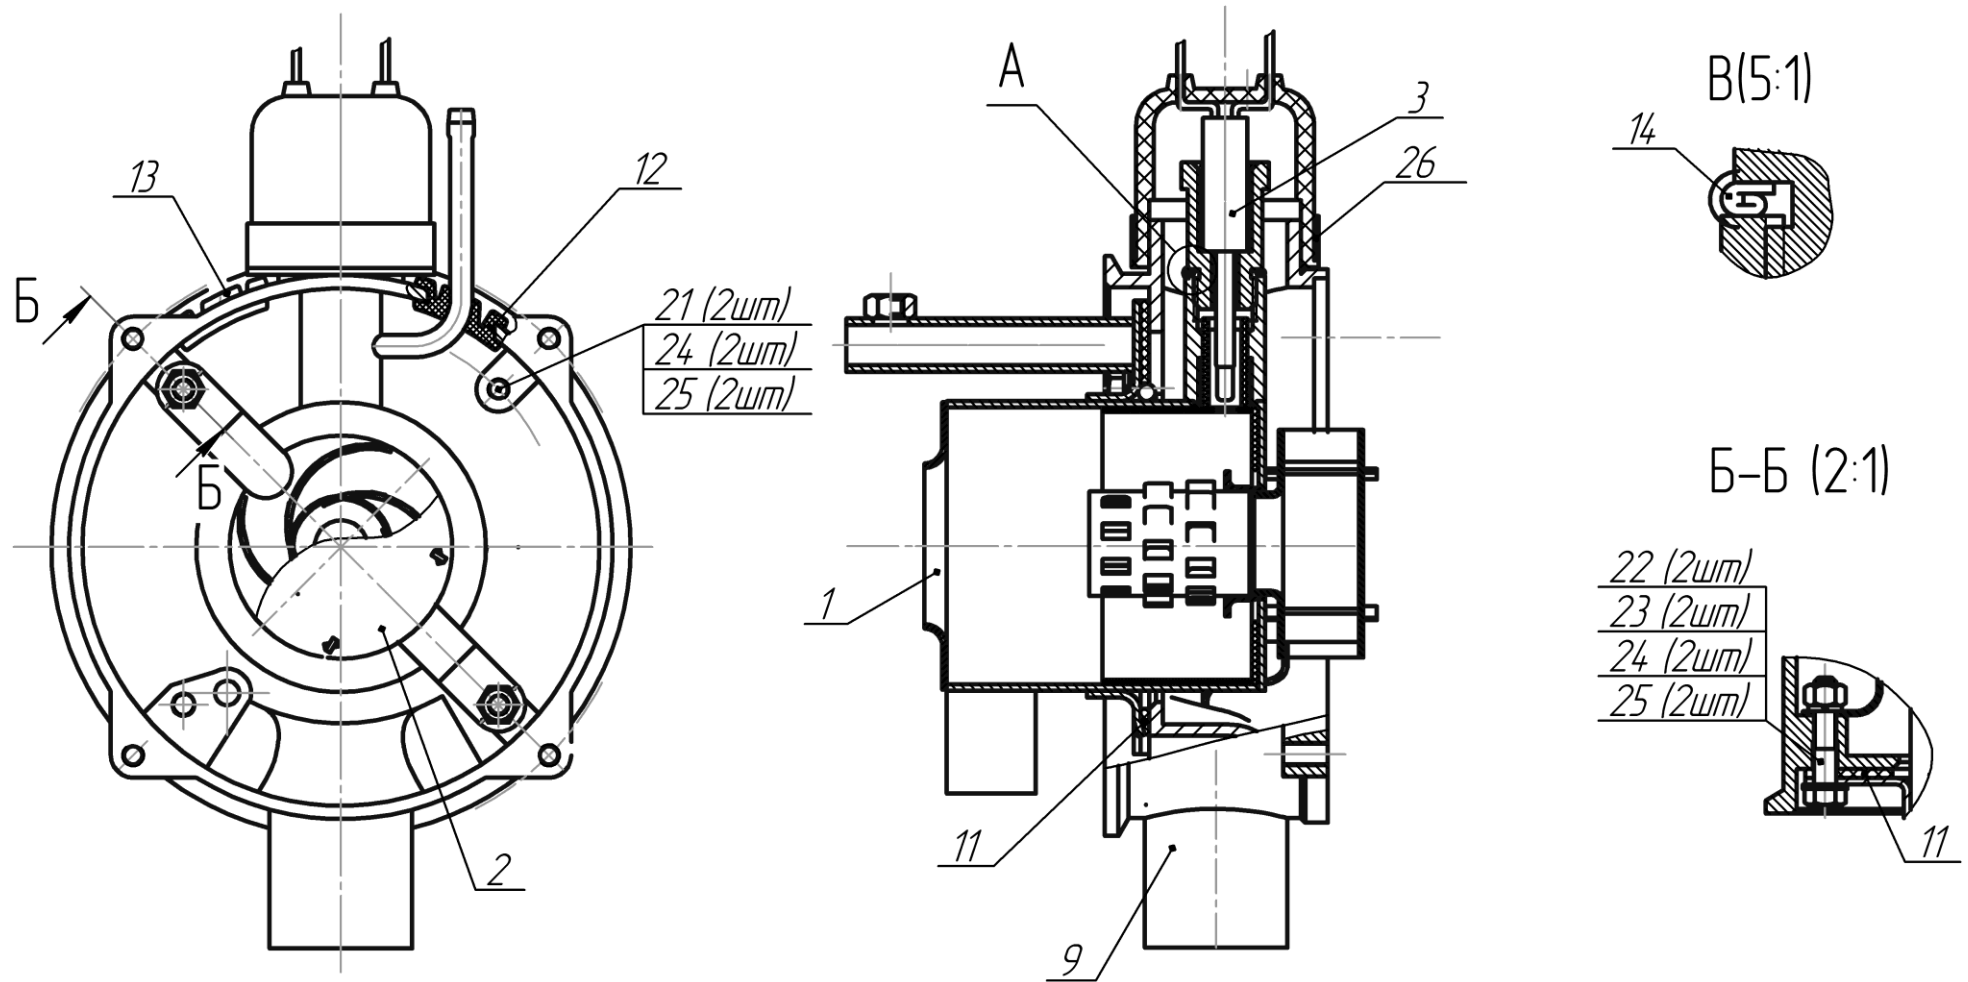

Рис.3- Схема деления горелки
- 3) Состав **горелки** согласно схеме деления изделия, на составные части представлен на рис.3 и перечню деталей и сборок – таблица 3.